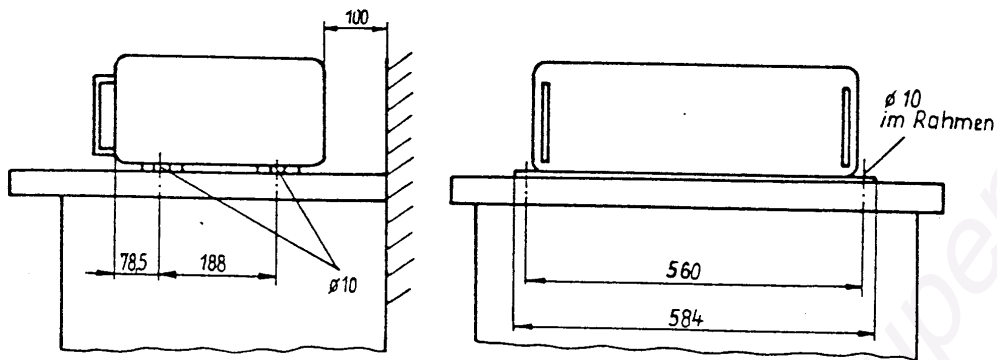

Bild 1
Bei mobilem Einsatz (Betrieb auf Schiffen oder in Kraftfahrzeugen) ist eine Schraubbefestigung des Empfngers erforderlich. Anstelle der Plaste-Gleitfe (30) ist die Halterung fr den Einbau in Fahrzeugen zu montieren (Schiene 1340.038-01050). Um im montierten Zustand den Zugang zu den Anschlubuchsen und Anschlusteckern an der Empfnger-rckseite zu gewhrleisten, ist zwischen Empfnger und Wand ein Mindestabstand vom 100 mm einzuhalten (siehe Bild 1).